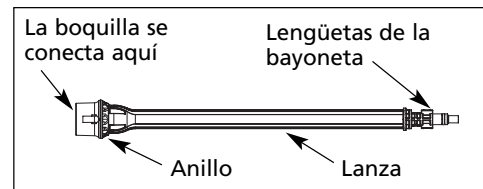

Figura 10
11. Para cambiar una boquilla de conexión rápida enganche el bloqueo del gatillo de la pistola en la posición de seguro. Tire del anillo deslizando de la lanza en dirección opuesta a la boquilla y quite la boquilla de la lanza (vea la figura 10).